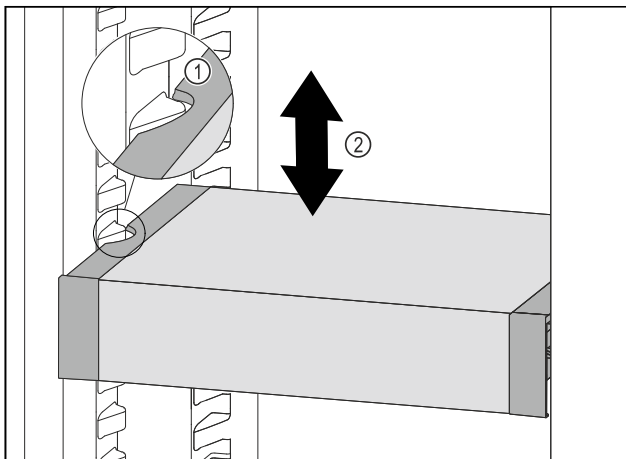

Fig. 87
- Tirare VarioSafe in avanti fino a quando le cavità laterali di VarioSafe non si trovano al livello della nervatura del contenitore nel vano frigorifero. *Fig. 87 (1)*
- Spostare VarioSafe verso l'alto o verso il basso nel vano frigorifero fino a raggiungere l'altezza desiderata. *Fig. 87 (2)*